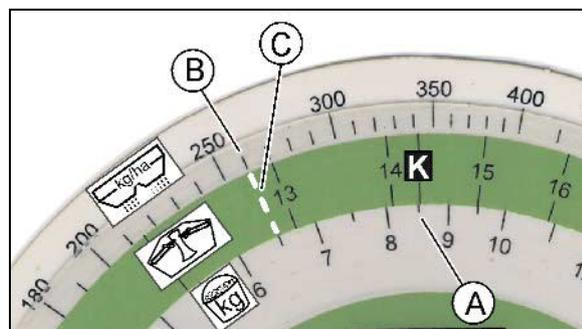

Fig. 75
1. Épandage en limite selon le décret concernant l'emploi des fertilisants (Fig. 75) :